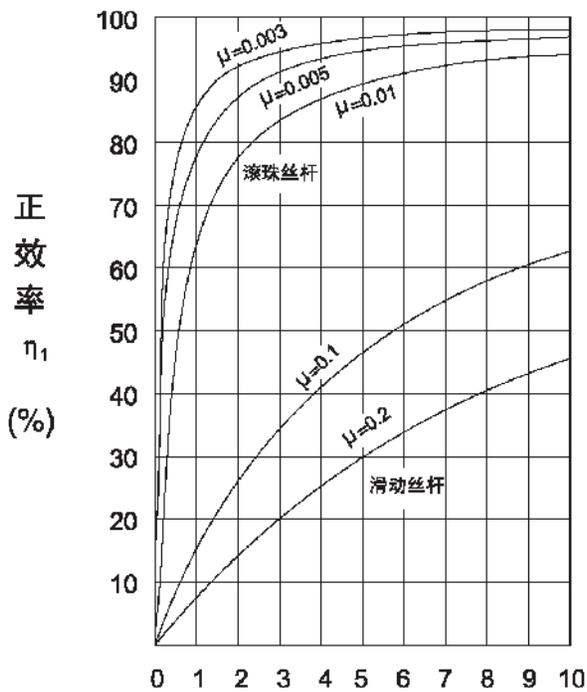
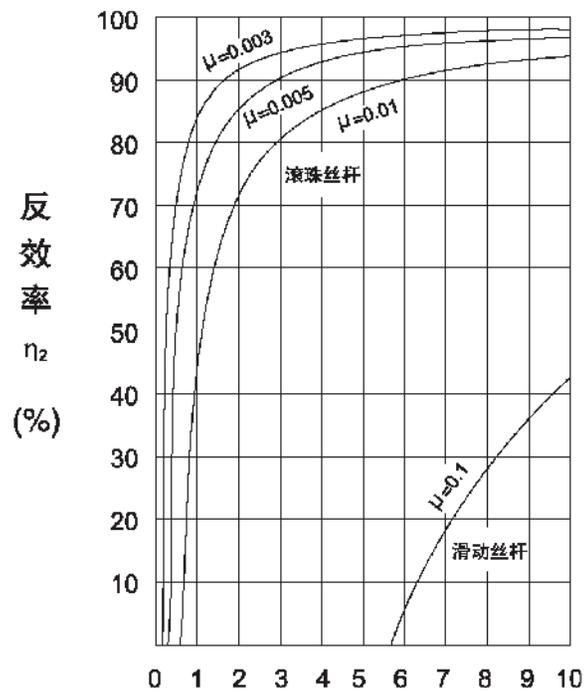

图1：正效率（旋转→直线）
图2：反效率（直线→旋转）
滚动丝杆副是由丝杆、螺母、滚珠、密封件等零件组成的高精度机械传动部件，由于滚珠丝杆副的丝杆与螺母之间有滚珠在做滚动运动，所以能得到较高的运动效率，与滑动丝杆相比，驱动扭矩在1/3以下。因此，不仅能把回转运动转变为直线运动，也能容易地将直线运动变为回转运动。下图1、图2即反映出滚珠丝杆与滑动丝杆传动效率的关系以及滚动丝杆传动效率与摩擦系数、导程角的关系。
- $\eta_1$ : 进给丝杠的正效率 (图1)
- $\eta_1$ : 进给丝杠的正效率 ( 图1 )
η: 进给丝杠的正效 (图2)